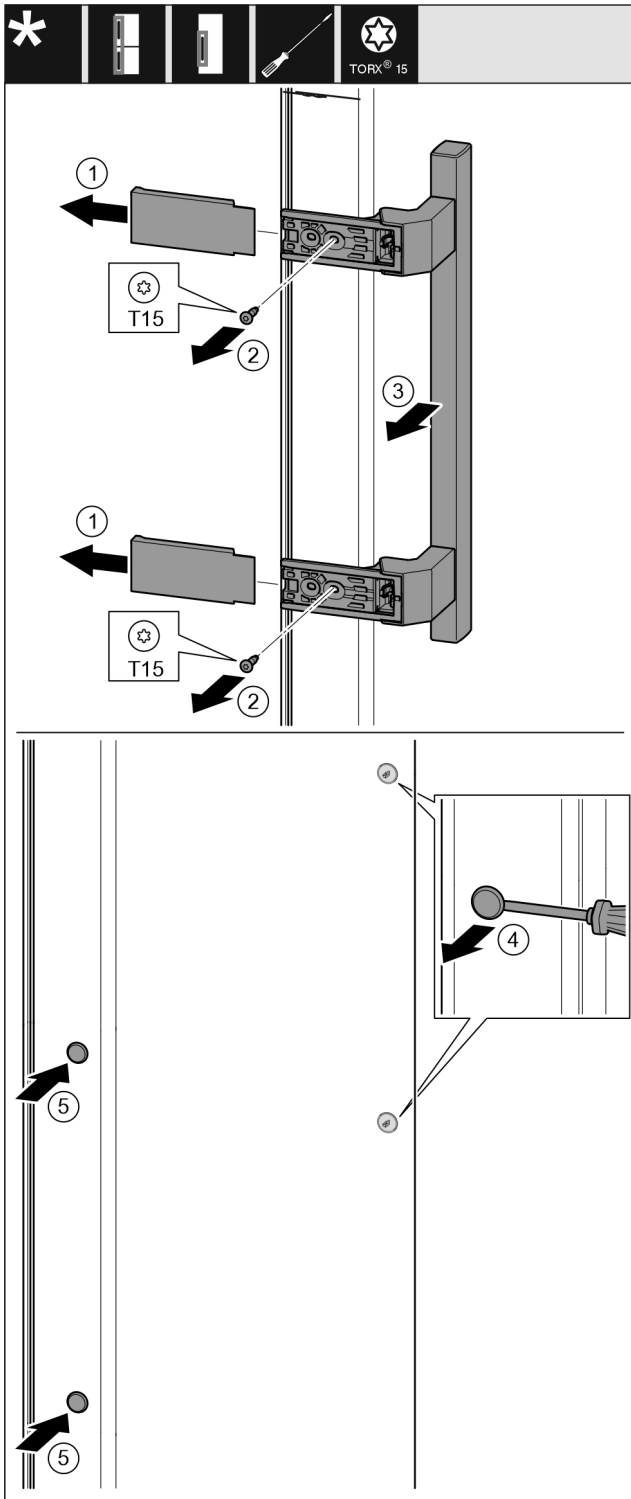

Fig. 30
- ▶ Зніміть кришку. Fig. 30 (1)
- ▶ Викрутіть гвинти за допомогою викрутки T15. Fig. 30 (2)
- ▶ Зніміть ручку. Fig. 30 (3)
- ▶ За допомогою шлицевої викрутки обережно підійміть бокову пробку та витягніть її. Fig. 30 (4)
- ▶ Знову вставте пробку з іншого боку. Fig. 30 (5)